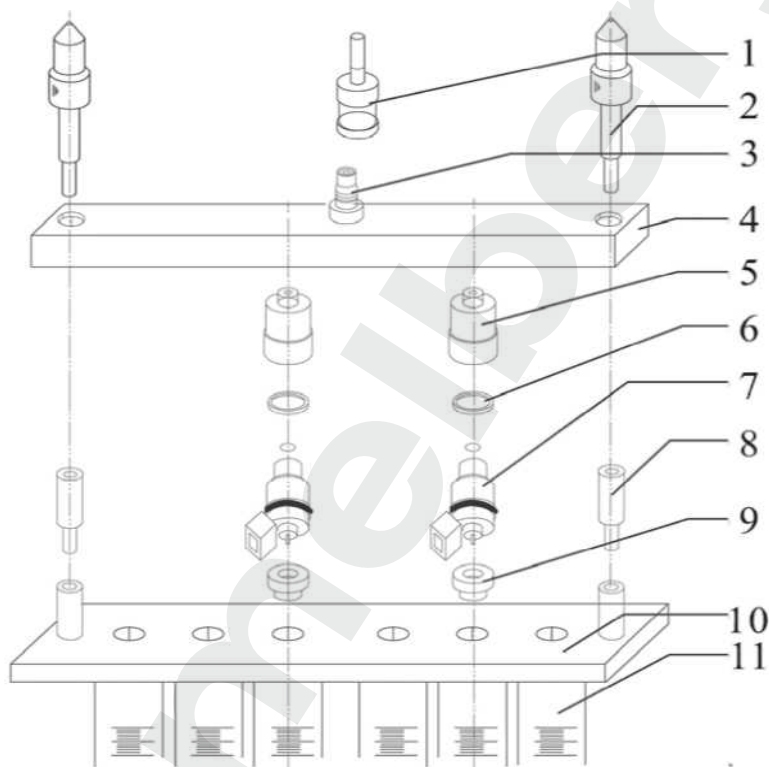

Рис. 4 Схема установки держателя для промывки противотоком
См. рис. 4.
1. В соответствии с рис.4 установите инжекторы между топливной рампой и опорной пластиной тестовых цилиндров.
2. Затяните всю сборку с помощью винтов (2), выберите режим обратной промывки, установите давление в системе 0.25-0.3 МПа, включите режим, нажатием на кнопку Start («Пуск»).